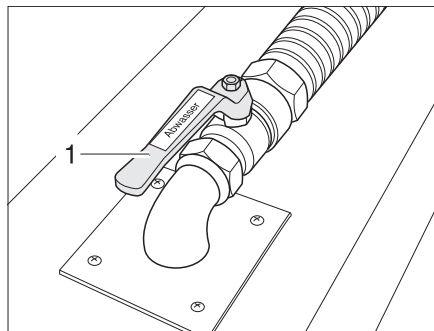

Fig. 230 Robinet d'évacuation des eaux usées
Le robinet d'évacuation des eaux usées (Fig. 230,2) est monté dans le double plancher. Le robinet d'évacuation des eaux usées est désigné par l'inscription "Abwasser" (eaux usées).
- Ouvrir le robinet d'évacuation des eaux usées (Fig. 230,2). Les eaux usées s'écoulent.